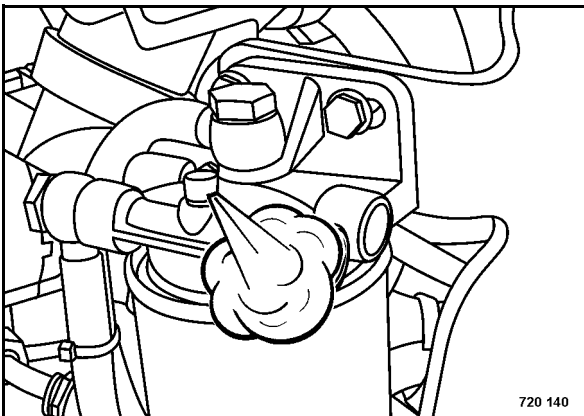

Рис. 115
- Открутить винт для удаления воздуха на топливном фильтре (Рис. 115) и проворачивать с помощью стартера двигатель, пока не начнет выходить топливо без пузырей.